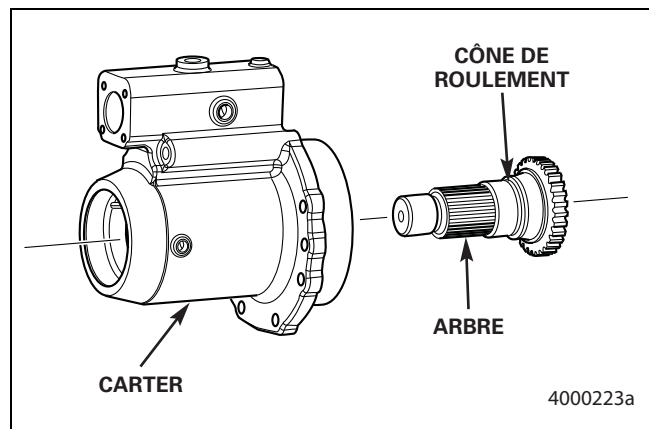

Figure 7.9
- Préchauffer le premier cône de roulement à  $200\text{ }^{\circ}\text{F}$  ( $93\text{ }^{\circ}\text{C}$ ). Supporter l'arbre de sortie et y glisser le cône de roulement chauffé. Figure 7.9.